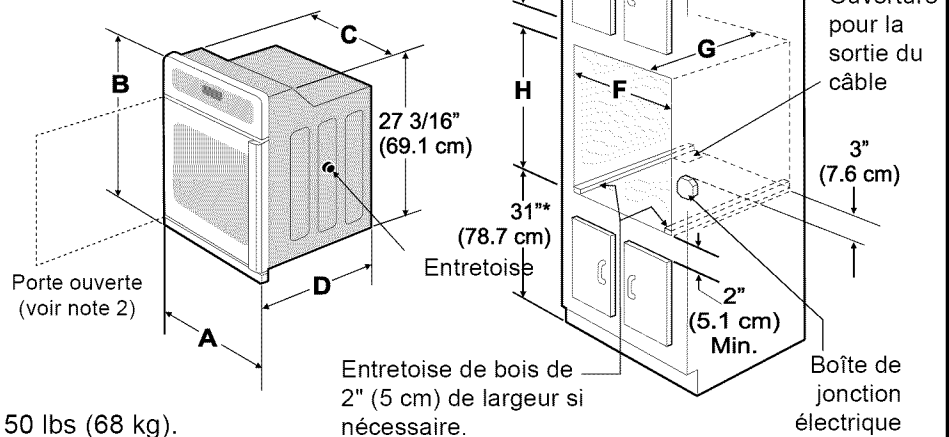

Figure 1
Reportez-vous à la figure 1 pour établir quelles sont les dimensions applicables à votre modèle, ainsi que l'espace nécessaire pour recevoir l'appareil. La surface qui supporte l'appareil doit être en contre-plaqué solide ou tout autre matériau du même type. Il faut vous assurer que la surface est de niveau d'un côté à l'autre et de l'avant à l'arrière.
Lorsque requis, ce four peut être ajusté en hauteur avec une entretoise en bois d'une largeur de 2" (5 cm) pour en permettre l'installation dans le découpage existant d'une armoire, si la hauteur du découpage excède la dimension **28¹/₈" (71,4 cm)** (voir la figure 1). Placez l'entretoise de hauteur appropriée de chaque côté de l'ouverture sous l'appareil. Si la hauteur du découpage (**H**) est plus grande que **28¹/₄" (71,7 cm)** vous pouvez commander une moulure inférieure plus large en communiquant avec un centre de service.
- Il faut brancher l'appareil au panneau de distribution en utilisant des câbles flexibles à gaine métallique ou non métallique. On doit brancher directement à la boîte de jonction le câble gainé flexible de l'appareil. Il faut disposer la boîte de jonction tel qu'illustré à la Figure 1 en laissant autant de lâche que possible dans le câble entre la boîte et l'appareil, pour en faciliter le déplacement si l'entretien s'avère nécessaire.